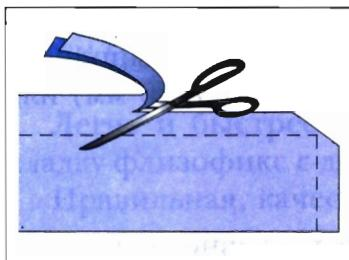

Рис. 32. Срезание припусков шва
1. Срезать припуск шва до ширины 3–5 мм. Срезать наискосок припуски шва на внешних уголках (рис. 32).